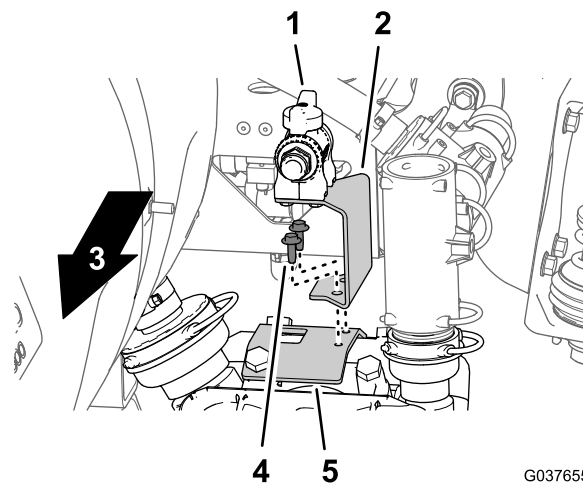

Рисунок 53
6. Совместите отверстия в кронштейне клапана перемешивания с отверстиями в кронштейне насоса опрыскивателя (Рисунок 53).
7. Прикрепите кронштейн клапана перемешивания к кронштейну насоса опрыскивателя (Рисунок 53) с помощью двух болтов с фланцевыми головками (1/4 x 3/4 дюйма).